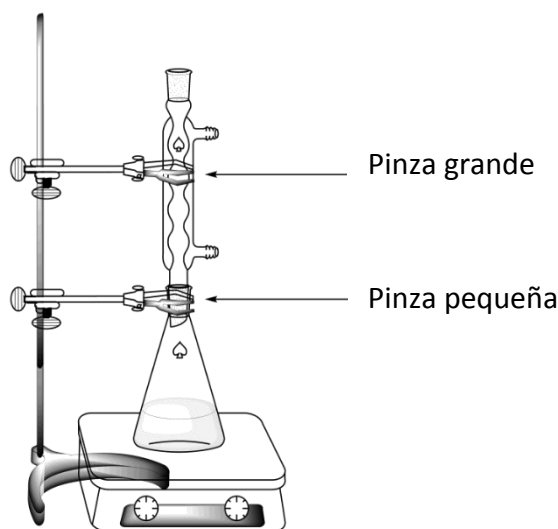

Figura 1. Montaje para calentar la mezcla de reacción bajo reflujo
- Conecta** el condensador de reflujo aflojando la pinza versátil y ajustando las uniones esmeriladas (ver Figura 1). **Levanta** la tarjeta de HELP. Un asistente de laboratorio vendrá a abrir la llave del agua y encender el hotplate.
2. **Realiza** la recristalización del producto impuro contenido en el Erlenmeyer esmerilado de 50 mL usando el mismo sistema de reflujo (ver Figura 1). **Levanta** la tarjeta HELP. Un asistente de laboratorio vendrá a abrir la llave de agua y encender el hotplate. **Añade** la cantidad que consideres necesaria de la mezcla agua/etanol por la parte superior del condensador.